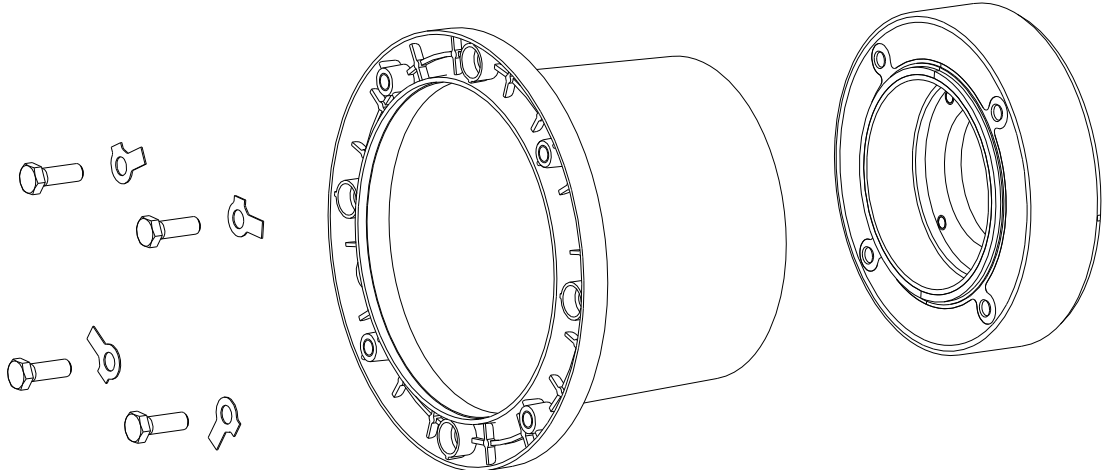

Bild 4: Montage Pumpenträger mit Dämpfungsring
- Der Dämpfungsring wird auf den Pumpenträger aufgesetzt und verschraubt (siehe Bild 4).